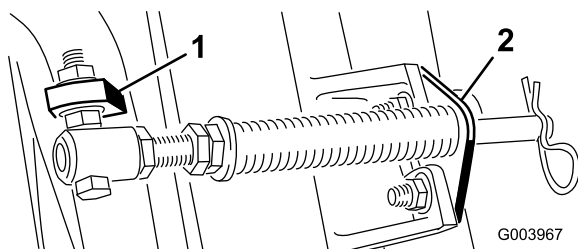

Figure 5
- C. Montez le boulon du tube de ressort sur la patte opposée du bâti porteur et fixez-le en position avec l'écrou à embase. La tête du boulon doit être à l'extérieur de la patte, comme montré à la Figure 5.
- D. Montez le support de tige sur les pattes du plateau de coupe à l'aide des boulons de carrosserie et des écrous (Figure 5).